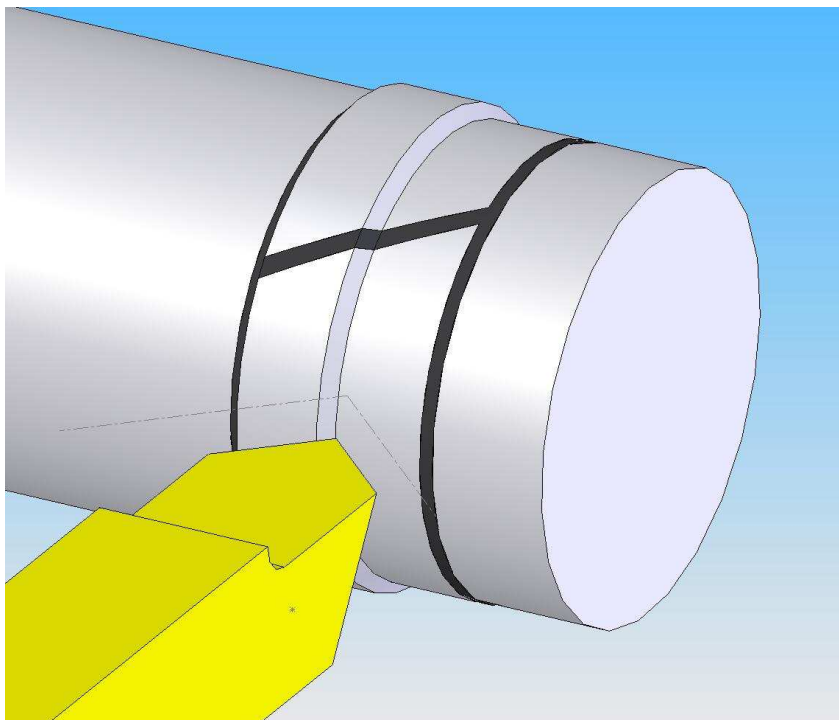

Рис. 7 Обработка втулки до номинального диаметра.
5. После отвержения металлополимера проводится токарная или шлифовальная обработка выступающих частей разрезной втулки до размера D ном, рис. 7. Не допуская воздействия больших температур.